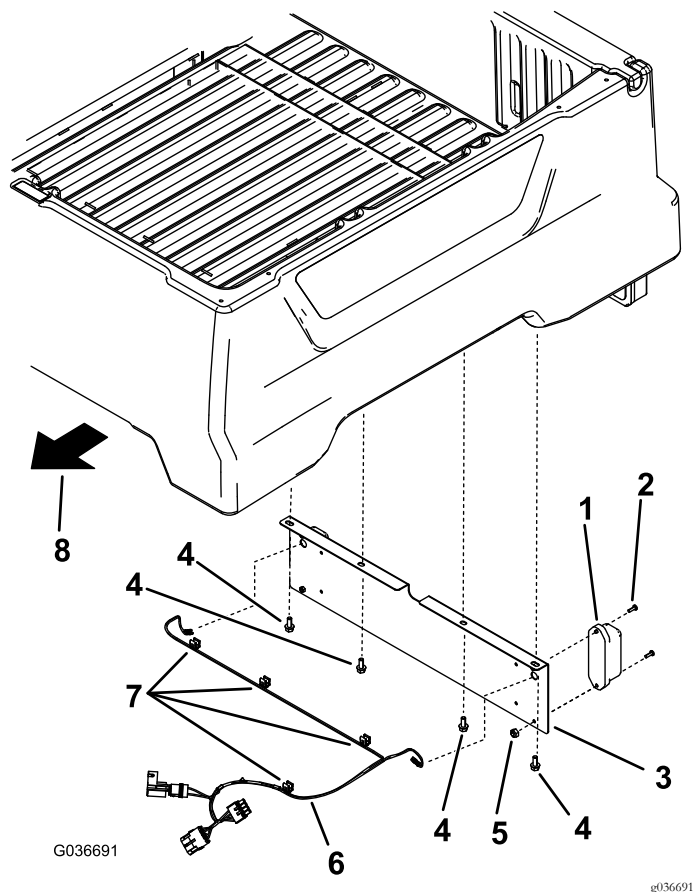

Bild 5
1. Entfernen Sie die 4 vorhandenen Bundkopfschrauben von der Unterseite der Ladefläche und verwenden Sie diese für die Installation des Nummernschildhalters (Bild 5).
- Nehmen Sie die vorhandenen Rahmenklammern vom Kabelbaum ab (Bild 5).